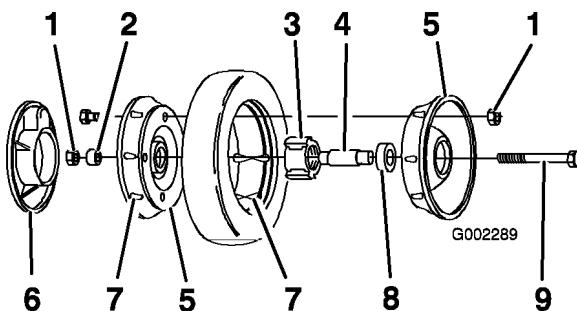

Figura 26
3. Retire el perno, el suplemento de la rueda y la contratuerca que monta la rueda al brazo de pivote (Figura 26).
4. Separe las mitades de la rueda del neumático retirando los 4 pernos y las 4 contratuerca (Figura 26).
Nota: Si retira los cojinetes del conjunto de cojinete/buje, retírelos apretando sobre el suplemento del cojinete (Figura 26).
1. Coloque el neumático en una mitad de rueda, alineando las orejetas en cada pieza (Figura 26).
2. Coloque el conjunto cojinete/buje en el hueco central de la mitad de la rueda. Asegúrese de que las patas del buje están posicionadas sobre la brida del hueco (Figura 26).
- Coloque la otra mitad de la rueda sobre el conjunto cojinete/buje, alineando las orejetas de la rueda y del neumático y los taladros de montaje (Figura 26).
- Usando 2 tornillos o pernos de rosca completa (1/4-20 x 1,50 pulg.) y tuercas no de freno, conecte sin apretar las dos mitades de la rueda. Monte los tornillos o pernos en taladros opuestos (Figura 26).
- Compruebe la alineación de todas las piezas y apriete los tornillos, alternando de uno a otro para que el encaje sea uniforme, hasta que las mitades de la rueda estén juntas (Figura 26).
- Instale los 2 pernos y 2 contratuerzas que retiró anteriormente en los taladros restantes de las mitades de la rueda, y apríételos. Retire los dos tornillos o pernos largos y sustitúyalos por 2 pernos y 2 contratuerzas (Figura 26).
- Instale la rueda en el brazo de pivote con los pernos, un suplemento y una contratuerza. Asegúrese de que el suplemento está colocado entre el buje de la rueda y el brazo de pivote (Figura 26).